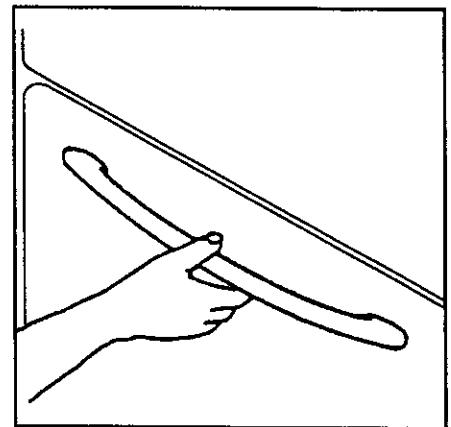

Рис. 6
**⚠** При открывании двери всегда беритесь за центр ручки (рис. 6).